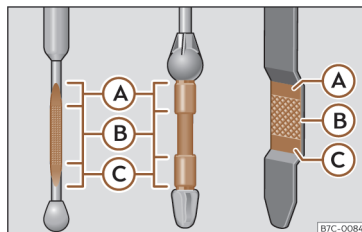

Fig. 223 Vareta de medição do nível de óleo.
Legenda da >>> **Fig. 223:**
- Em seguida, retire-a novamente e verifique o nível do óleo >>> **Fig. 223**. Caso seja necessário, reponha óleo do motor.
- Quando o nível de óleo atingir pelo menos a zona >>> **Fig. 223 (B)**, enrosque a tampa do bocal de enchimento com cuidado >>> .